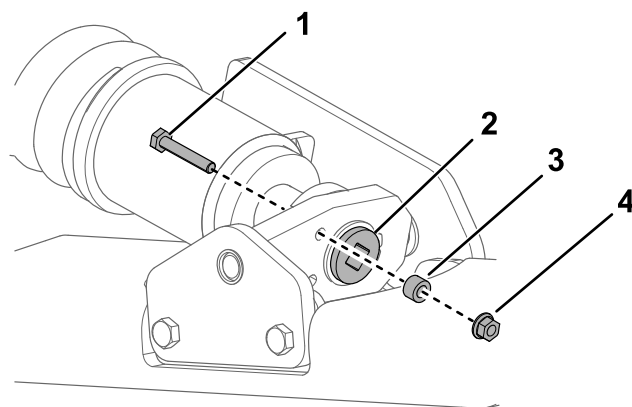
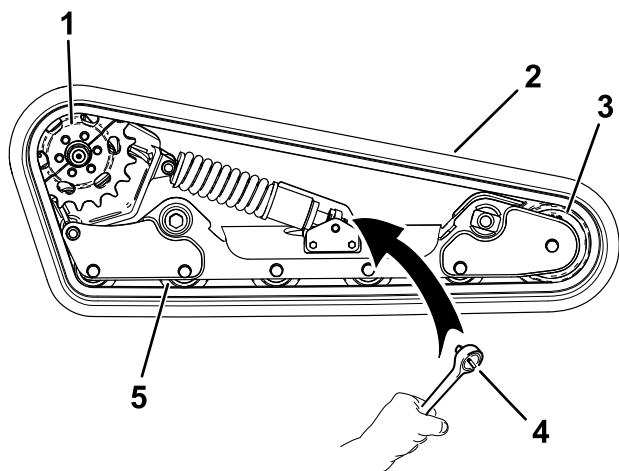

Рисунок 57
Рисунок 61
4. Удалите зажимной болт, проставку и гайку (Рисунок 57).
6. Совместите ближайшую выемку в натяжном винте с отверстием в зажимном болте и закрепите винт при помощи зажимного болта и гайки (Рисунок 57).
7. Удалите стопорный болт, проставку и гайку (Рисунок 57).
8. Используя ключ с храповым механизмом на $\frac{1}{2}$ дюйма, ослабьте натяжение привода, вращая натяжной винт по часовой стрелке (Рисунок 57 и Рисунок 61).
9. Отверните 3 зажимных болта на той половине ведущего колеса, которая не вошла в зацепление с гусеницей (Рисунок 61).
14. Проложите новую гусеницу вокруг переднего катка, затем вокруг ведущей ступицы на стороне, где снято ведущее колесо (Рисунок 61).
15. Протолкните гусеницу под опорные катки и одновременно между ними и проложите ее вокруг рамы (Рисунок 61).